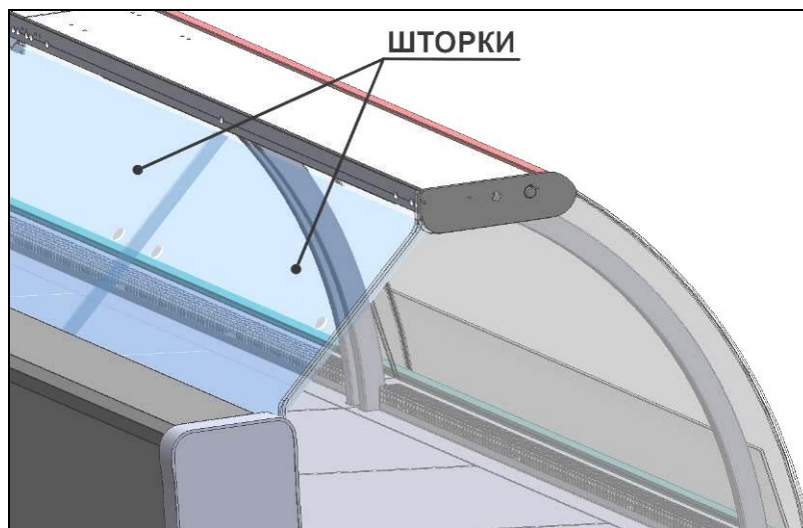

рис. 11
9. Установить между столешницей и суперструктурой раздвижные шторы. Вставить верхний край шторок в направляющие профиля светильника, а нижний край в Ш-образный профиль, закрепленный на столешнице (рис. 11).